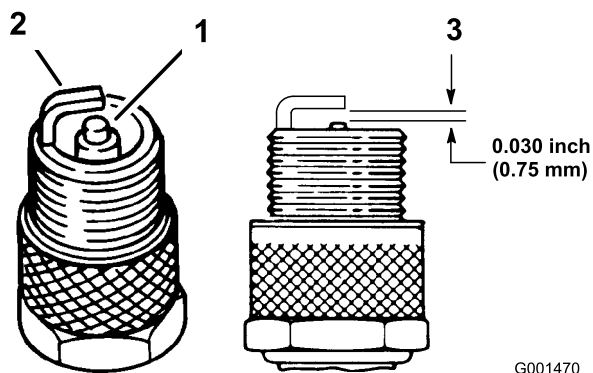

Figura 39
3. Controllate la distanza tra gli elettrodi centrale e laterale (Figura 39). Piegate l'elettrodo laterale (Figura 39) se la distanza non è corretta.
3. Collegate il cappellotto alla candela (Figura 39).
1. Controllate il centro della candela (Figura 39). Se l'isolatore è di color marrone chiaro o grigio, il motore funziona correttamente. Una patina nera sull'isolatore significa in genere che il filtro dell'aria è sporco.